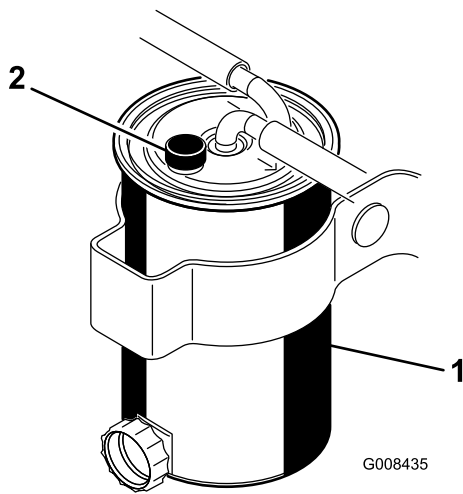

Bild 35
2. Öffnen Sie das Entlüftungsventil oben an der Glocke, bis Kraftstoff austritt (Bild 35).